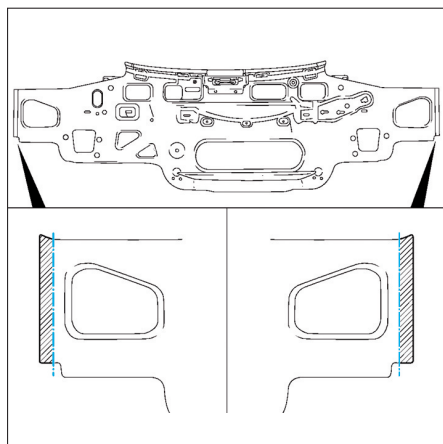

FIG. 61
- séparer les pattes de fixation vers la doublure d'aile arrière (Fig.61).